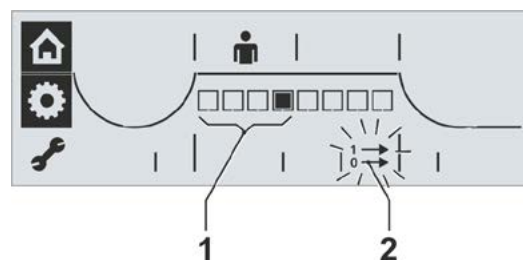

Abb. 1: Anzeige des Meldung-Sets
- Im Menü ‚Parameter‘ Drive Controller drehen bis das Symbol für Meldung-Sets blinkt (Abb. 1, Pos. 2). Ein schwarzes Segment zeigt innerhalb der ersten vier Stellen der Skala (Pos. 1) den aktuellen Set an; hier in der Abb. 1 ist Set 4 ausgewählt (siehe auch Tabelle oben).